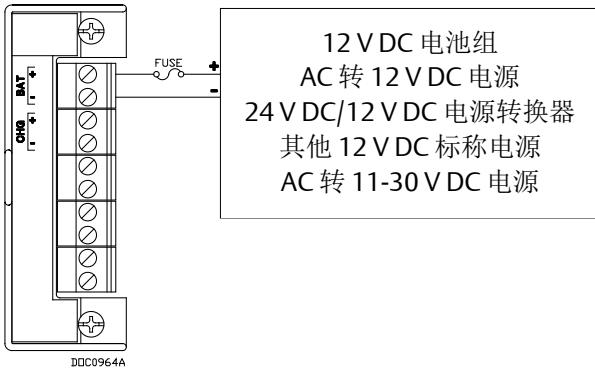

图 5. 12 Vdc 电源和 *BAT₊*/*BAT₋* 接线
- 将 12 V DC 电源接出的裸露线端插入相应 BAT+ / BAT- 端子螺钉下方的接线夹中（请参见图 5）；或者
- 将 24 V DC 电源接出的裸露线端插入相应 + / - 端子螺钉下方的接线夹中。端子还应该有保险丝（请参见图 5）；或者
- 将 11-30 V DC 电源接出的裸露线端插入相应 + / - 端子螺钉下方的接线夹中（请参见图 5）